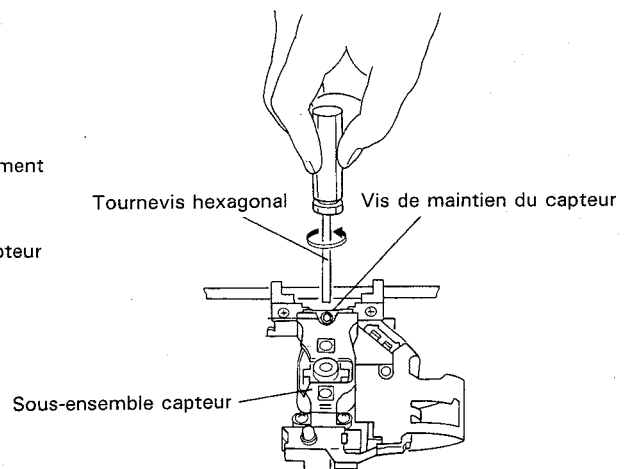

Fig. 4
6. Retirer la vis qui maintient le capteur en procédant par le dessus et déposer avec précaution le sous-ensemble capteur. (Fig. 4)